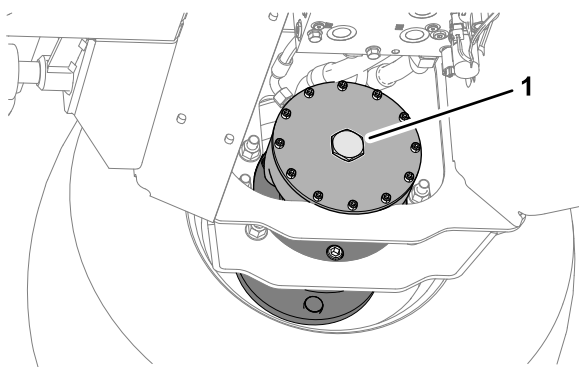

Figura 49
2. Instale el tapón hexagonal en la placa del extremo del motor (Figura 49).
6. Guarde los 2 pernos (12 x 40 mm y las 2 arandelas de (12 mm) almacenados en los raíles de soporte de la plataforma (Figura 49).